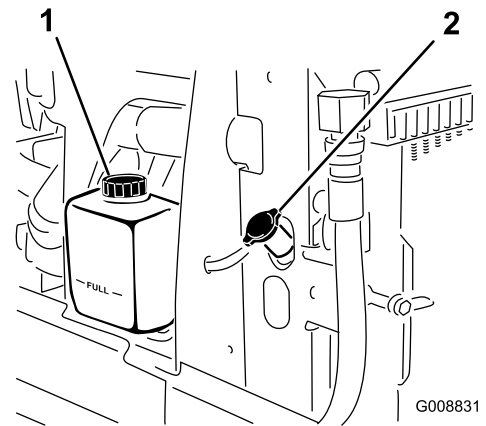

Figure 72
1. Retirez le bouchon du radiateur et le bouchon du vase d'expansion avec précaution (Figure 72).